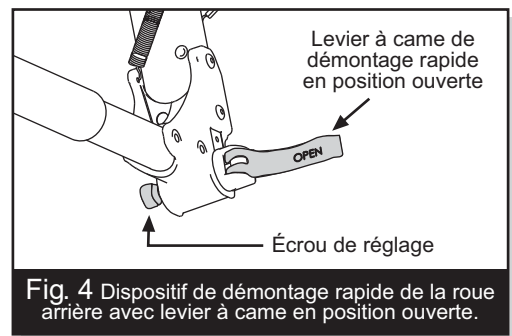
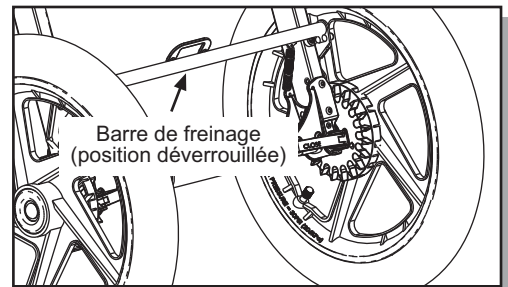

Fig. 4 Dispositif de démontage rapide de la roue arrière avec levier à came en position ouverte.
Fig. 15 Frein de stationnement – position déverrouillée.
4. LES ROUES ARRIÈRE : Avant d'installer les roues arrière, placez la barre de freinage en position déverrouillée, tel qu'illustré à la figure 15. Placez le levier à came de démontage rapide de la roue arrière en position ouverte, tel qu'illustré à la figure 4. Insérez le demi-essieu de la roue arrière dans l'orifice qui se trouve à l'arrière de la patte. Si le demi-essieu ne s'insère pas facilement, desserrez à la main l'écrou de réglage du démontage rapide (Fig. 4). Remettez le demi-essieu dans la patte arrière en l'insérant complètement jusqu'à ce que l'épaule du demi-essieu ou son circlip vienne toucher la patte (Fig. 5). Mettez le levier à came de démontage rapide en position fermée (Fig. 6). Le mot « CLOSE » devrait être clairement visible et le levier à came de démontage rapide devrait presque toucher la patte. Lorsque le levier est correctement réglé, il faudra appliquer une force considérable afin de réussir à le fermer (37 à 50 PSI ou 165 à 222 N.m). Si vous ne sentez pas cette résistance (trop lâche ou trop serré), ramenez le levier de démontage rapide en position ouverte (Fig. 4) et réglez l'écrou de réglage (dans le sens des aiguilles d'une montre pour serrer, dans le sens contraire des aiguilles d'une montre pour desserrer). Placez le levier à came de démontage rapide en position fermée (Fig. 6).
verrouillage. Pour vous assurer que le frein soit bien mis, essayez de faire rouler la poussette de l'avant vers l'arrière, et vice versa, après avoir mis le frein. Si la poussette ne bouge pas, le frein est bien mis. Pour relâcher le frein de stationnement, soulevez la pédale rouge de la barre de freinage avec votre pied jusqu'à ce qu'elle se replace en position de déverrouillage (Fig. 15).